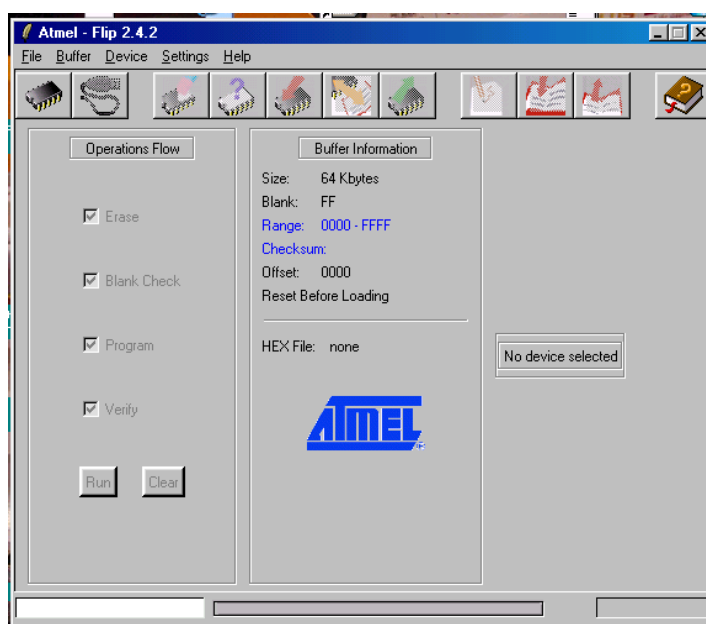

Рисунок 31:
- 12) В главном окне программы FLIP на панели **Operations Flow** выберите пункты **Erase** и **Program** (см. рис. 31).